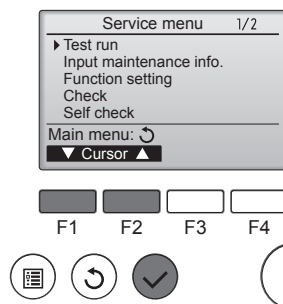

Fig. 8-1
- ① Velg "Testkjøring" fra Service-menyen, og trykk på [VELG]-knappen. (Fig. 8-1)